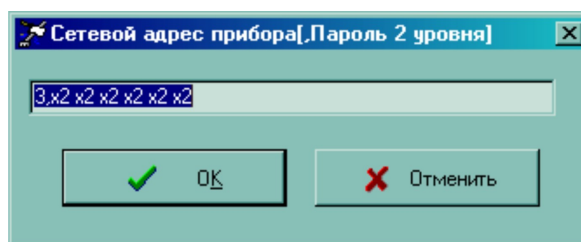

Рисунок 21
5) Ввести сетевой адрес счетчика (рисунок 21).